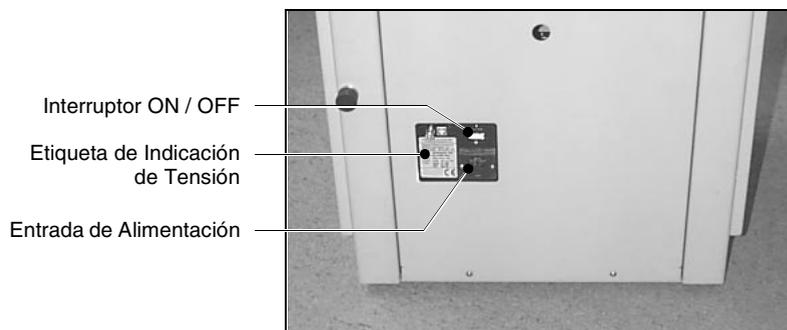

FIGURA 7
Esta máquina solo debe enchufarse a una línea de alimentación eléctrica de la tensión correcta y con una masa probada. Cualquier daño debido a un uso negligente no estará cubierto por la garantía. La tensión requerida por la máquina se indica en la etiqueta de la parte posterior de la unidad (ver la Figura 7).
**ENCENDIDO** Enchufe la BMS en una alimentación monofásica del voltaje correcto indicado en la entrada de corriente (ver la Figura 7).
El interruptor ON / OFF de la BMS está situado en la parte posterior de la unidad (ver la Figura 7).